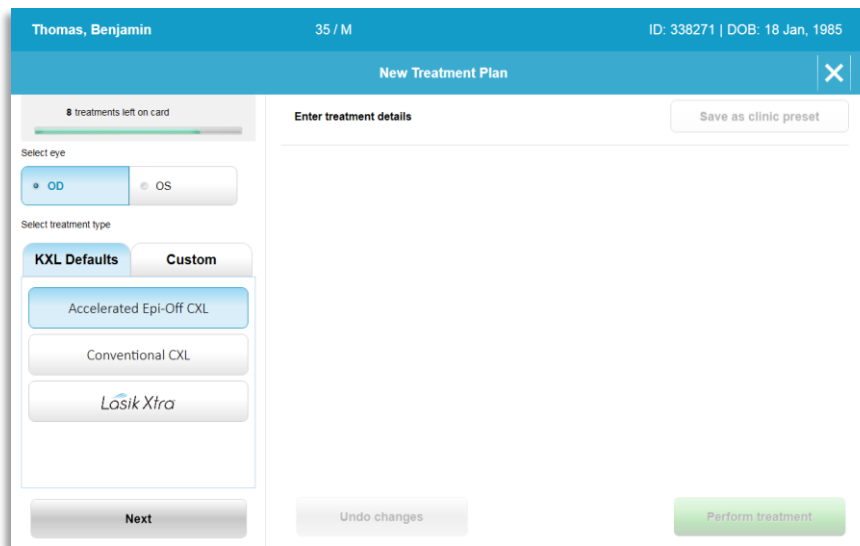

Figura 3-5. Seleccione Olho
- Quando o olho é selecionado, o campo será realçado a azul tal como mostrado na figura 3-5.
- O sistema está pré-programado com 3 planos de tratamento predefinidos KXL tal como mostrado na figura 3-5: